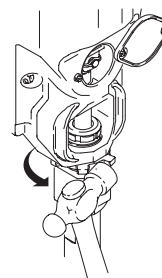

Fig. 15 TI0063
6. Fig. 15. Enrosque a fondo la contratuerca (12) en la bomba. Apriete a mano la contratuerca, y después golpee ligeramente con un martillo de 567 g (máximo) para girarla 1/8 a 1/4 de vuelta, a un par aproximado de 75 +/-102 N.m.